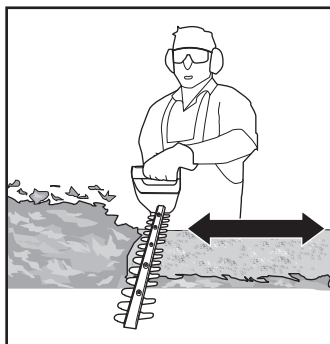

Fig. 9
9. Para obter um melhor resultado, corte por etapas, em vez de tentar cortar de uma só vez, se a área a cortar for particularmente longa (Fig. 9); as plantas cortadas mais pequenas permitem uma compostagem mais fácil.